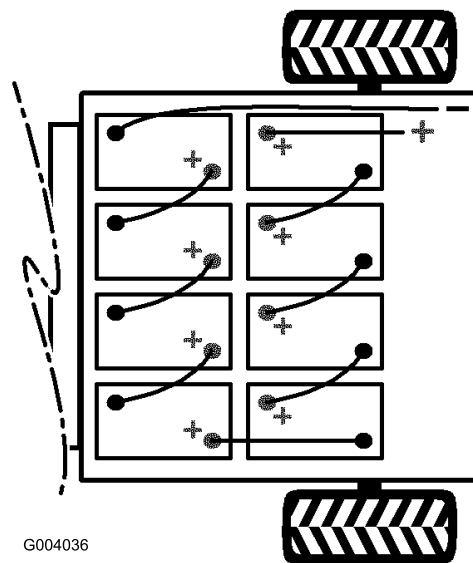

Figura 28
2. Desconecte del borne de la batería el cable negro largo (negativo) que va desde el banco de baterías al vehículo (Figura 28).
3. Desconecte del borne de la batería el cable rojo largo (positivo) que va desde el banco de baterías al vehículo (Figura 28).
**Nota:** Preste atención a la polaridad de las baterías al instalar las baterías nuevas (Figura 28).
9. Conecte las baterías entre sí con los cables retirados anteriormente, según se muestra en Figura 28.
10. Conecte el cable rojo largo (positivo) entre el banco de baterías y el vehículo (Figura 28).
11. Conecte el cable negro largo (negativo) entre el banco de baterías y el vehículo (Figura 28).